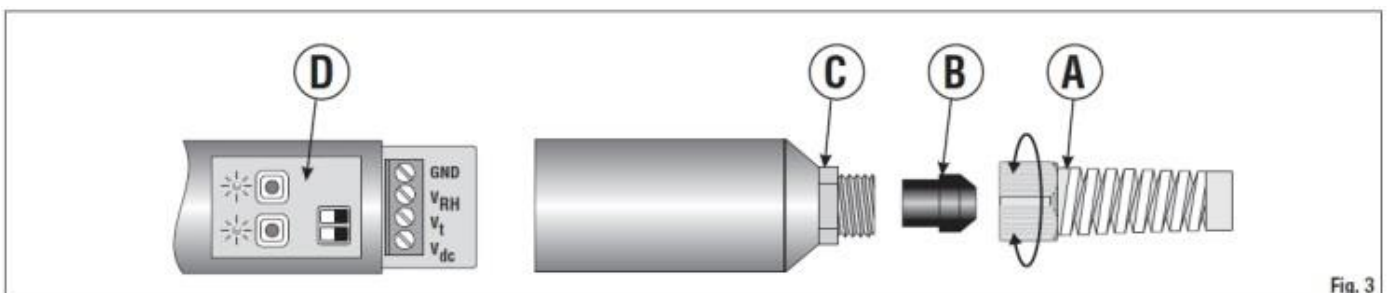

Fig. 3
Befolgen Sie die aufgeführten Schritte, um auf die Transmitter-Klemmplatine zugreifen zu können (siehe Abb. 3):
1. Um Zugriff auf die Platine zu erhalten, drehen Sie die Kabeldurchführung „A“ heraus (siehe Abb. 3). Halten Sie das Kabel fest, um Verdrillungen zu vermeiden. Entfernen Sie das Gummistück und schrauben Sie das Unterteil des Instruments ab.